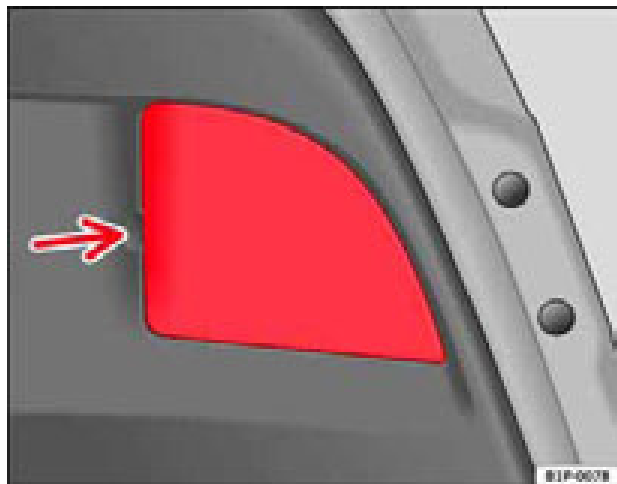

Fig. 164 Luces en el portón
- Retire la tapa tirando de ella. Ver flecha ⇒ fig. 164.